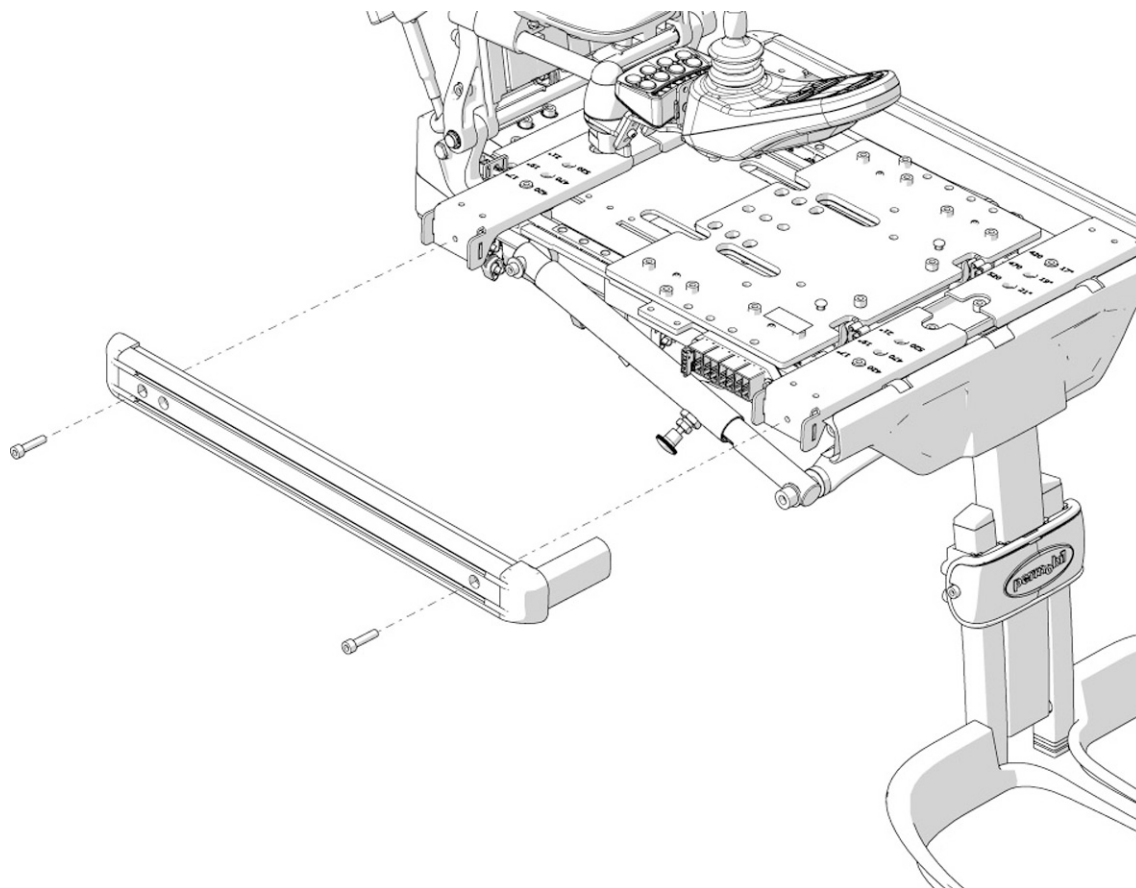

Bild 88. UniTrack-skenan sitter monterad med två skruvar.
1. Demontera de fyra skruvar som håller skenan. Se bild. 88.
1. Montera UniTrack-skenan med två skruvar. Se bild. 88. Använd momentnyckel för att dra åt skruvarna.